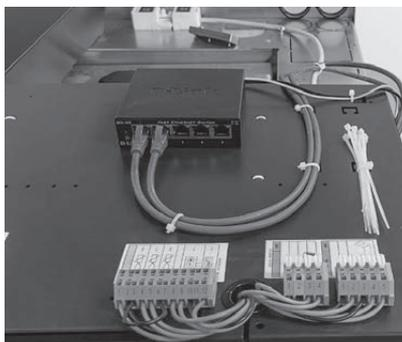

Fig. 125 Collegamento alle morsettiere (morsetti senza viti con molla a gabbia)
- ▶ I morsetti di collegamento (morsetti senza viti con molla a gabbia) si trovano sul coperchio del quadro di comando – Fig. 125.